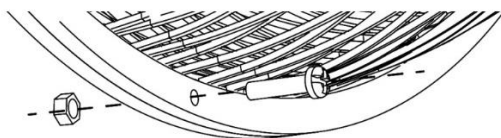

Рисунок 6
- Установите переднюю защитную сетку и закрепите ее защелками. Закрепите защитную сетку снизу с помощью гайки и шурупа (рисунок 6)